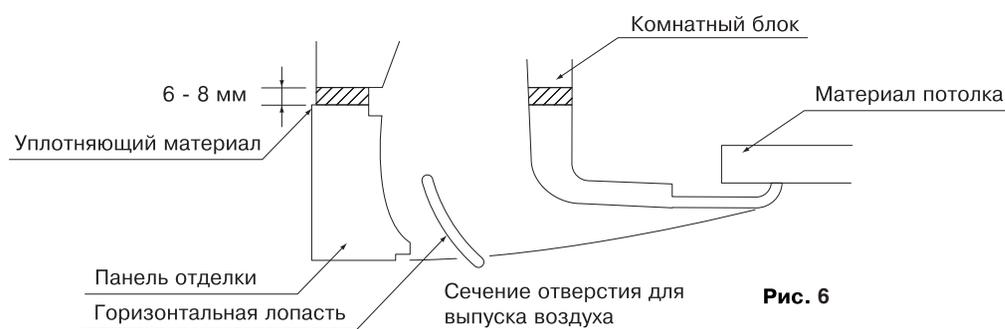

Рис. 6
- 5 Вверните 2 оставшихся винта и затягивайте все 4 винта до тех пор, пока уплотняющий материал между декоративной панелью и комнатным блоком не сожмется примерно до 6 - 8 мм в толщину. (См. рис. 6)